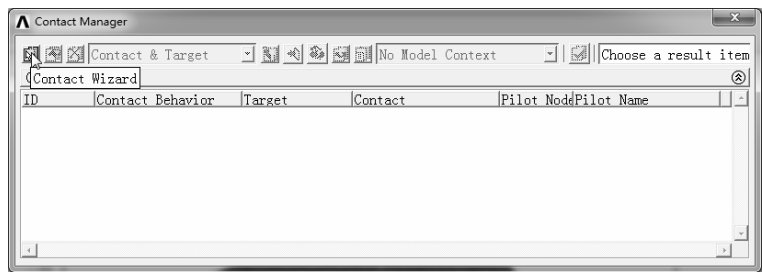

图 9-106 “Contact Manager”对话框
1) 选择“Main Menu>Modeling>Create>Contact Pair”命令，弹出“Contact Manager”对话框，如图 9-106 所示。